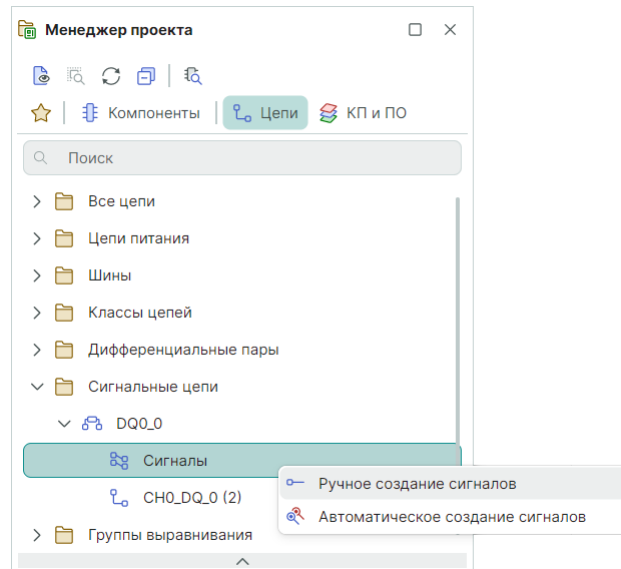

Рис. 145 Создание сигнала для выбранной сигнальной цепи в ручном режиме
1. В панели «Менеджер проекта» в узле «Сигнальные цепи» выберите сигнальную цепь, установите курсор на пункт «Сигналы», вызовите контекстное меню и выберите пункт «Ручное создание сигналов», см. Рис. 145.